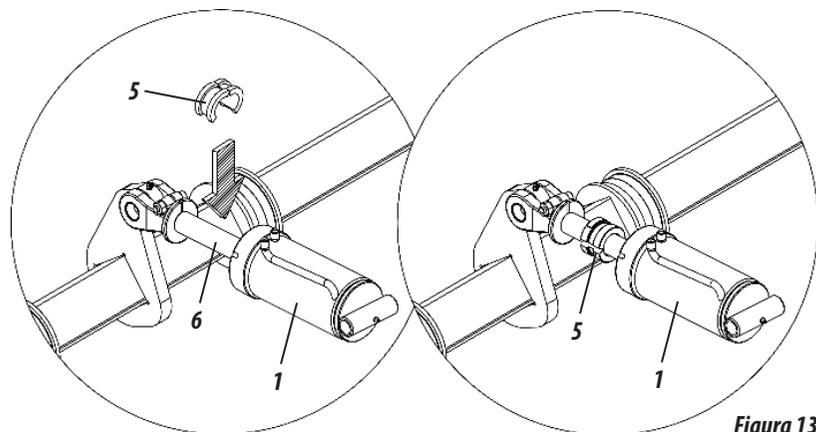

Figura 13
- 3- Depois, antes de abaixar o cilindro hidráulico (1), coloque os anéis limitadores (5) nas hastes (6) dos cilindros, isso evitará que o peso suspenso das linhas fique maior, **conforme mostra a figura 13.**